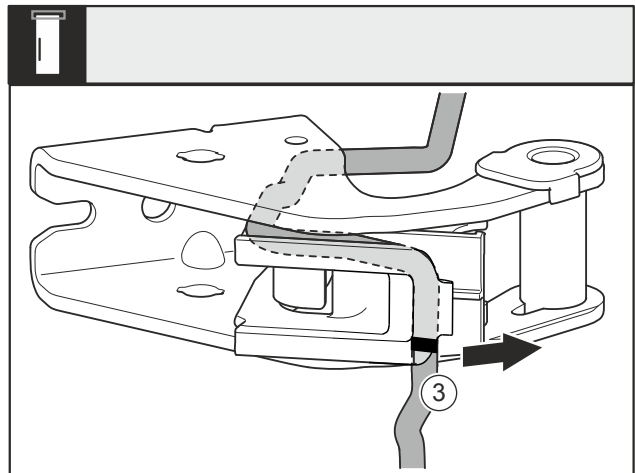

Fig. 28
- Demontaţi cablul cu suportul de cablu Fig. 28 (3) de pe suportul de lagăr.